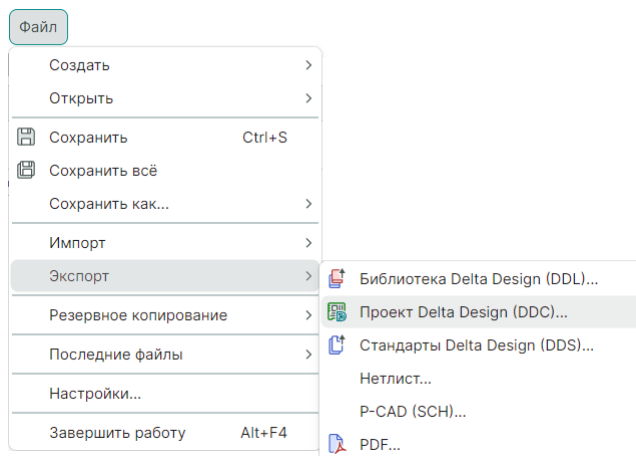

Рис. 294 Синхронизация через экспорт проекта
3. Осуществите экспорт проекта, см. Рис. 294.